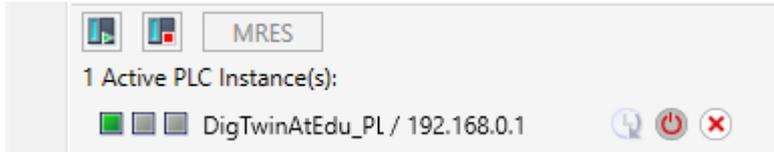

figura 22: Status do CLP virtual, programa de CLP em execução
- Ao concluir o teste, pare a simulação na NX MCD clicando no símbolo de parada . Reinicialize a HMI pressionando o botão "**ResetSimulation**". Continue a fechar a instância da HMI simulada do WinCC Runtime Advanced. Pare também o CLP virtual no PLCSIM Advanced. Para fazer isso, abra a janela de controle conforme descrito no capítulo 7.3. Você verá o CLP virtual DigTwinAtEdu_PLCSIM com o endereço IP e outros símbolos de controle no lado direito (ver figura 22).